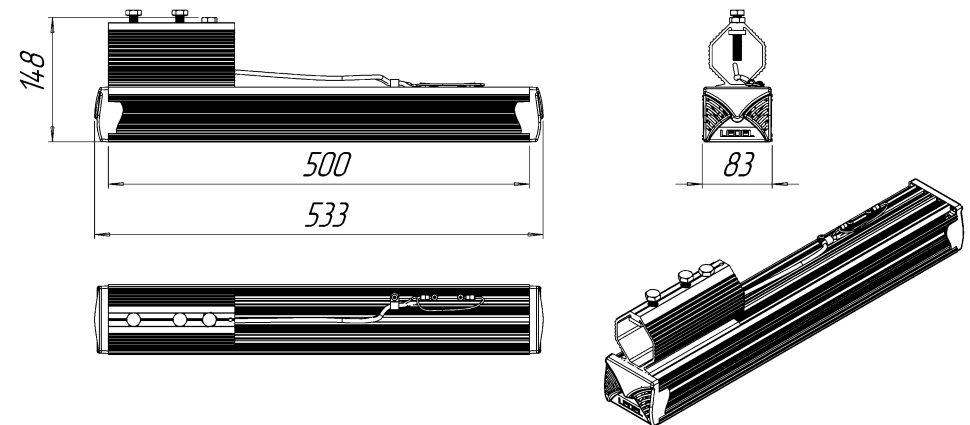

Рисунок 1 Габаритные размеры светильника «L-street 24 Standart»
- а) Ослабить фиксирующие болты (кроме ограничительного болта, см. рис. 1);